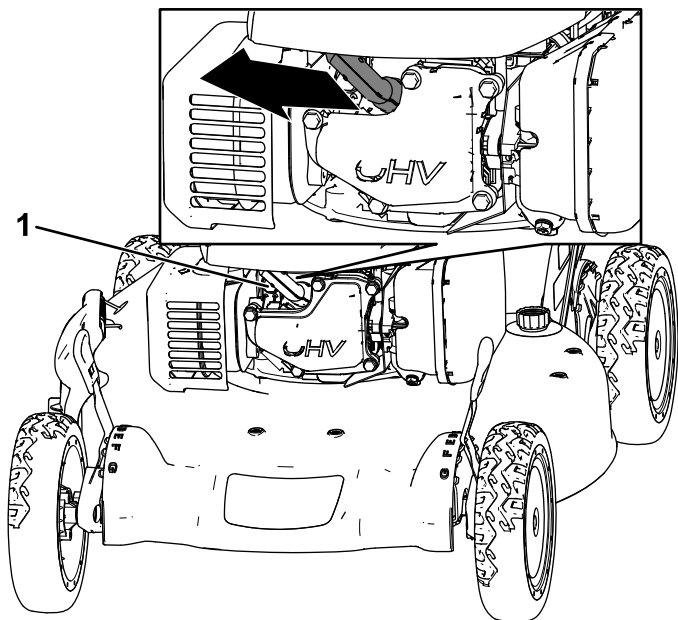

Figure 38
2. Débranchez le fil de la bougie (Figure 38).